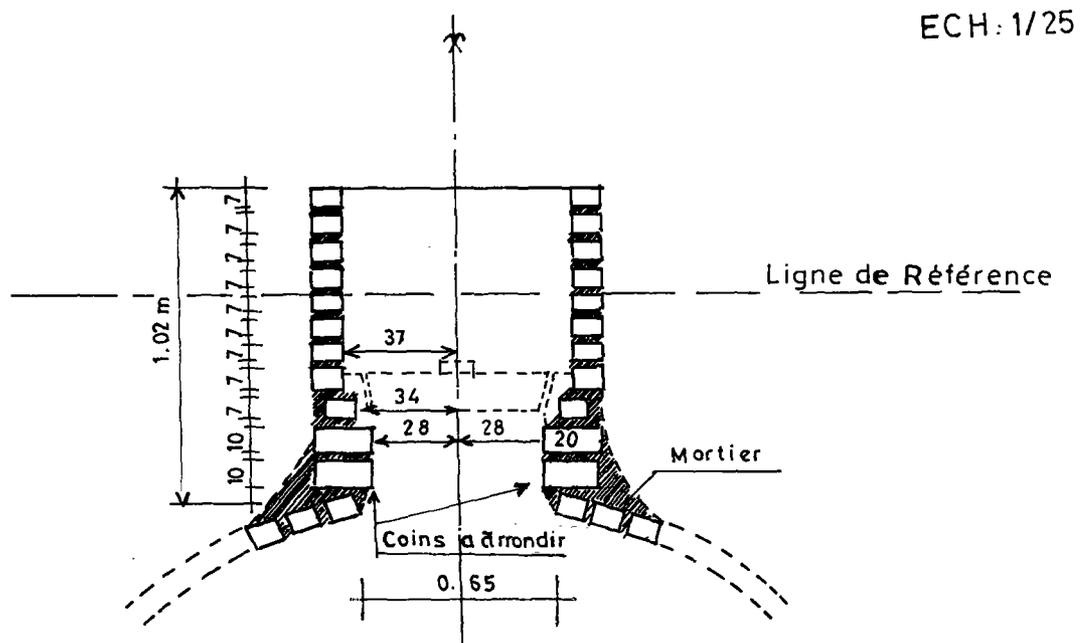

Figure 17 :
- ☛ Dans ce moule, couler du béton sur 15cm d'épaisseur. Deux couches de fer à béton (reliées) renforcent le béton. Deux poignées sortent du couvercle et sont accrochées aux fers à béton. Un tuyau galvanisé (1/2" de diamètre et 37cm de longueur) est posé verticalement au centre du couvercle. Un anneau de tôle est soudé au tuyau (à 5cm de sa base) pour qu'il soit scellé dans le béton Fig 17.